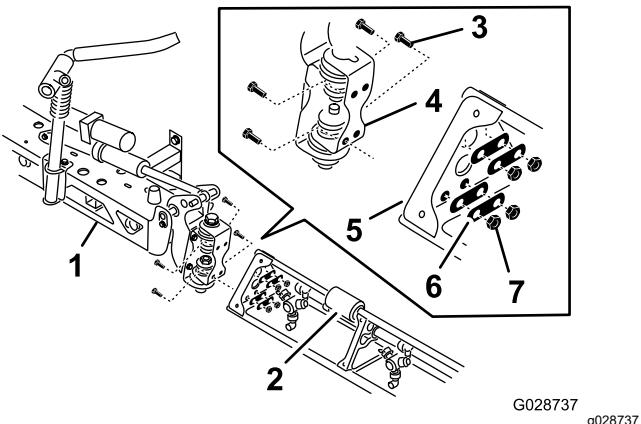

Figura 38
2. Gire cada soporte giratorio en el extremo de la sección del brazo central para que los soportes estén alineados verticalmente (Figura 38).
4. Instale la placa con bisagra en la placa triangular usando los 4 pernos con arandela prensada, las 4 pletinas de refuerzo y las 4 contratuercas con arandela prensada (Figura 38) que retiró en el paso 1.
6. Alinee la rótula del cilindro de elevación del brazo con los orificios del extremo del soporte de giro (Figura 38).
7. Sujete la rótula al soporte de giro con un pasador de horquilla y una chaveta (Figura 38).